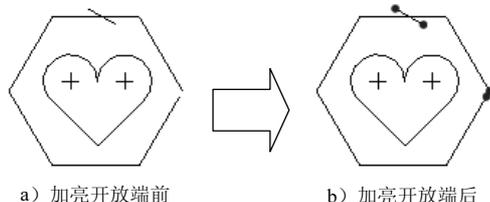

图 2.7.2 加亮开放端
Step 2 选择命令。单击  草绘 功能选项卡  检查 区域中的  按钮，系统自动加亮图 2.7.2 所示的各个开放端点。